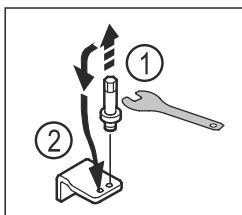

Fig. 18
- ▶ Svitare il perno del blocco inferiore di supporto con una chiave a esagono SW5. Fig. 18 (1)
- ▶ Inserire il perno sul lato opposto. Fig. 18 (2)